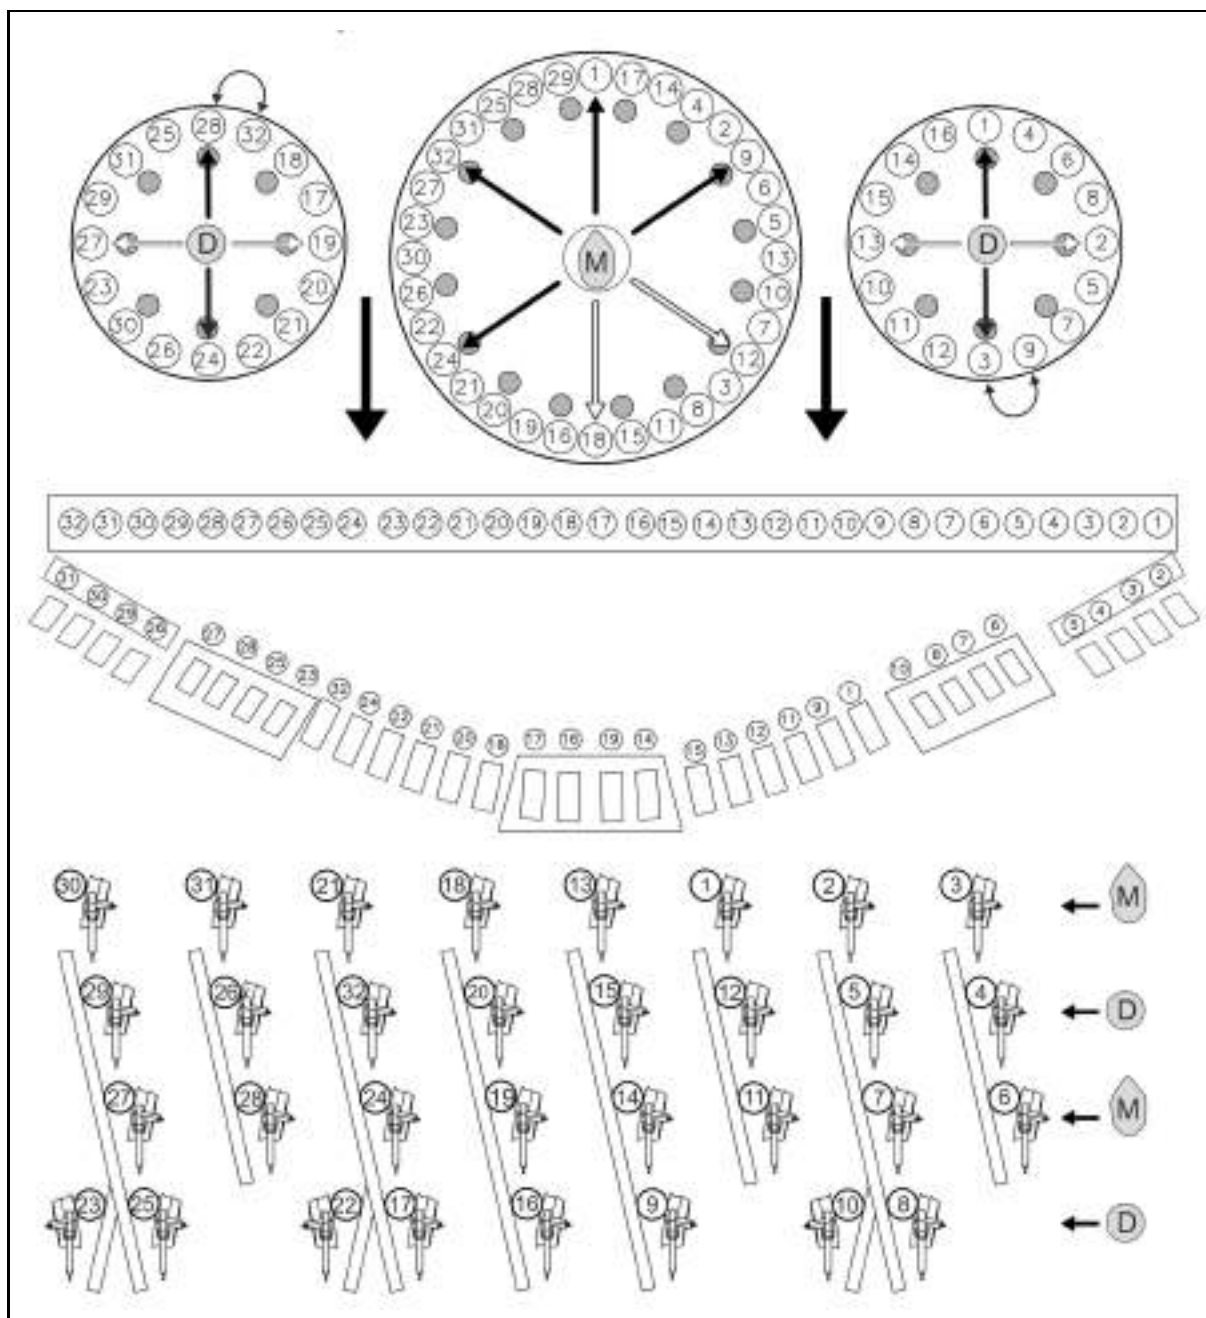

Рис. 43
- Кукуруза **M**: установите заслонки согласно Рис. 43.
- Удобрения **D**: установите заглушки согласно Рис. 43.